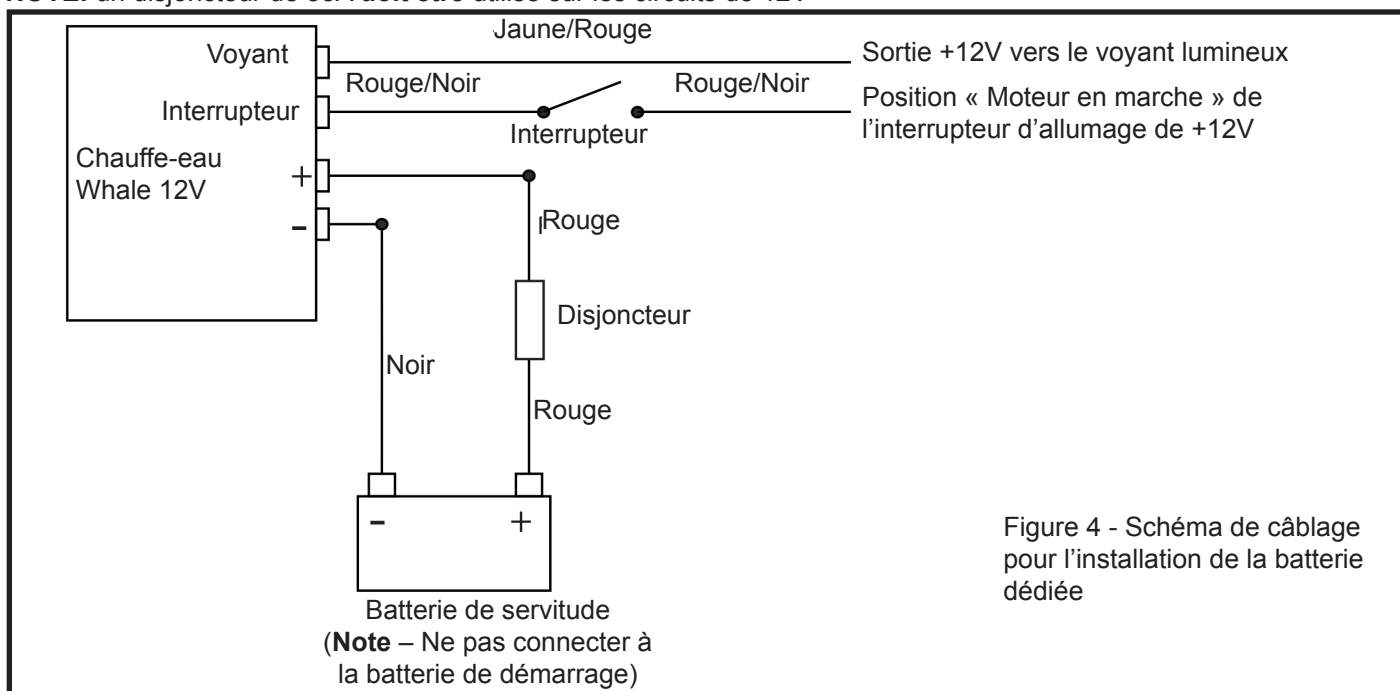

Figure 4 - Schéma de câblage pour l'installation de la batterie dédiée
**NOTE:** Le câblage électrique doit être conforme au schéma de câblage (Figure 4). **L'interrupteur doit être connecté à l'interrupteur d'allumage de 12V dans la position de marche du moteur afin de s'assurer que le chauffe-eau est uniquement opérationnel lorsque le moteur tourne.**